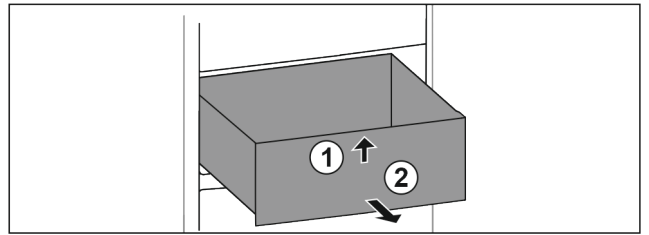

Fig. 54
- ▶ Підняти висувний ящик спереду. Fig. 54 (1)
- ▶ Вийняти висувний ящик рухом вперед. Fig. 54 (2)